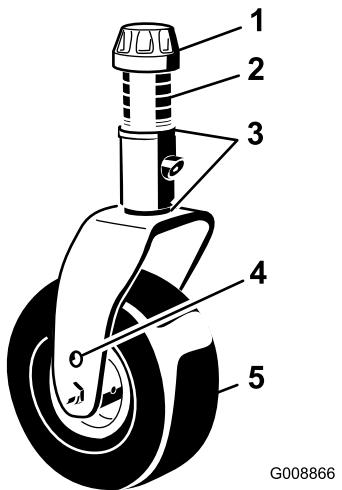

**Bild 136**
- Drehen Sie jedes so, dass es geradeaus weist (Bild 136).